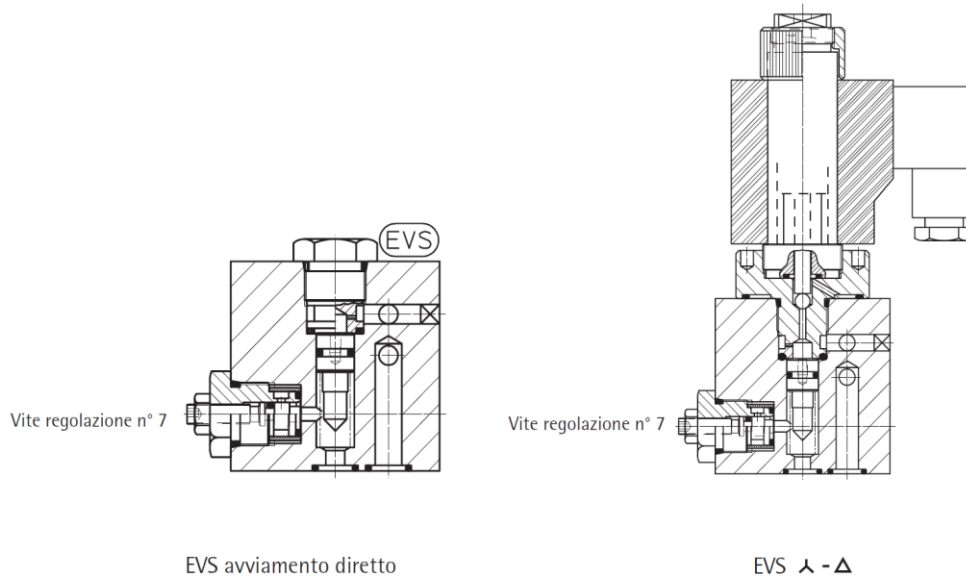

Fig. 50 – Sezioni EVS con bobina e senza bobina
- Per impianti con bobina EVS, smontare il gruppetto  - Δ, svitare la parte meccanica della bobina e agitarla fortemente avanti e indietro per verificare che il pistoncino al suo interno, sia libero di muoversi (occorre agitare fortemente perché il pistoncino è frenato da una molla); per impianti senza bobina EVS, togliere il tappo EVS; in entrambi i casi pulire il sottostante pistoncino in ottone, pulire le parti smontate e rimontare (vedi Fig. 50)